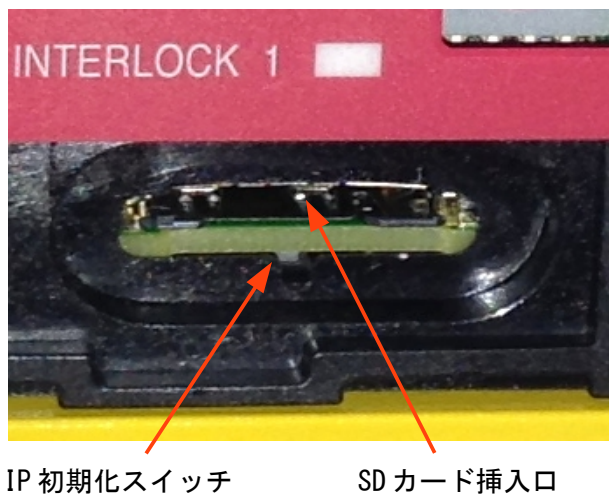

図 3-28 IP 初期化スイッチ
- IP初期化スイッチの小穴に入る細くて丈夫な棒を準備してください。IP初期化スイッチの小穴はSDカード挿入口の直ぐ下にあります。（図3-28参照）